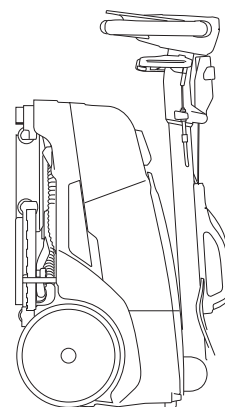

Fig.4
- Установите машину в вертикальное положение (рис. 4).